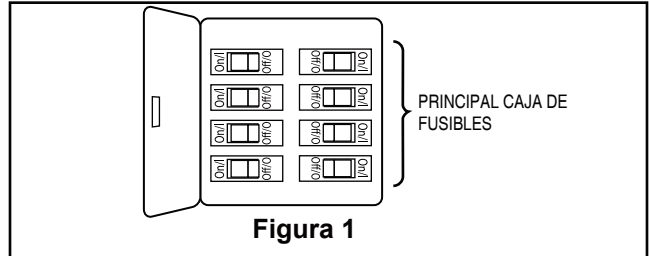

Figura 1
**NOTA:** Si no está seguro de la descripción de una pieza, consulte la ilustración del despiece. (Figura 1, page 33)
Su nuevo ventilador de techo requiere una línea de suministro eléctrico con conexión a tierra de 120 voltios de CA, 60 Hz, circuito de 15 amperios. La caja de distribución eléctrica debe estar bien asegurada y debe ser capaz de soportar una carga de, al menos, 22,7 kg (50 lb). La Figura 1 muestra diversas configuraciones estructurales que podrían utilizarse para montar la caja de distribución eléctrica.
1. Afloje tres tornillos en el acoplador de superior de la carcasa y luego retírela. Conserve los tornillos de superior de la carcasa y el acoplador para la instalación en el paso 6 (Figura 1).
Para evitar posibles descargas eléctricas, asegúrese de que la electricidad esté desconectada en la caja de fusibles principal antes de colgar el ventilador. (Figura 1)
Para evitar posibles descargas eléctricas, asegúrese de que la electricidad esté desconectada en la caja de fusibles principal antes de realizar la instalación eléctrica. (Figura 1)
1. Retire uno de los dos tornillos de reborde de la abrazadera para colgar. Afloje el segundo tornillo de reborde sin retirarlo del todo. Ensamble la base girando el chavetero de la base sobre el tornillo de reborde de la abrazadera para colgar. Ajuste el tornillo de reborde. Ensamble por completo el segundo tornillo de reborde que antes había retirado y ajústelo. (Figura. 1)
- 1. Extraiga uno de los tres tornillos del soporte ubicado en la parte inferior de la unidad del motor. Afloje levemente los otros dos tornillos. Instale la inferior de la carcasa en el soporte utilizando las dos ranuras principales inferior de la carcasa. Vuelva a colocar el tercer tornillo y asegure los tres tornillos. (Figura 1)
1. Restaure la fuente de alimentación de la toma de corriente enciende la electricidad del fusible principal. (Figura 1)